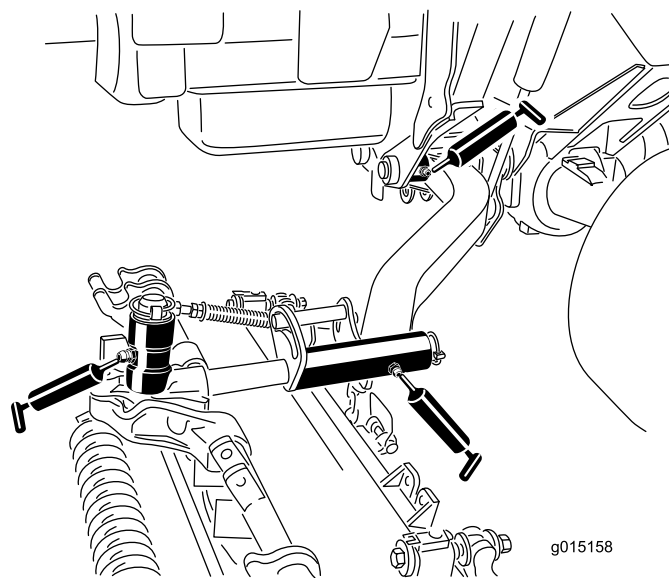

图 52
- 提升臂枢轴轴套每个滚刀组 1 个(图 52)
- 滚刀组承载架每个滚刀组 2 个(图 52)
- 滚刀组提升臂枢轴每个滚刀组 1 个(图 52)